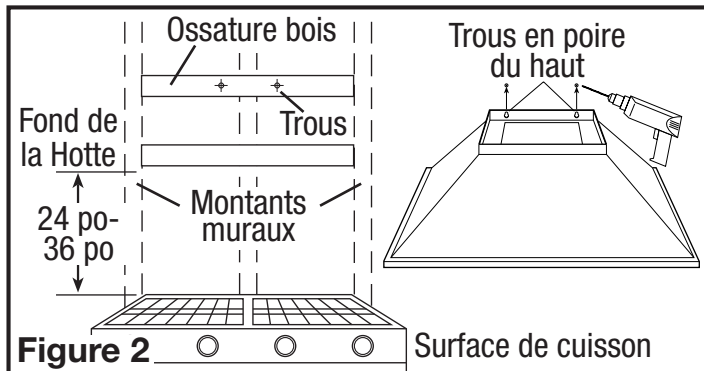

Figure 2
2. Localisez et marquez les positions des trous supérieurs sur le mur. Choisissez une hauteur de montage minimale de 24 po pour surface de cuisson électrique ou 27 po pour surface de cuisson à gaz à partir du bord inférieur de la hotte. Le bord inférieur de la hotte ne doit pas dépasser 36 po de hauteur au-dessus de la surface de cuisson (**Figure 2**).